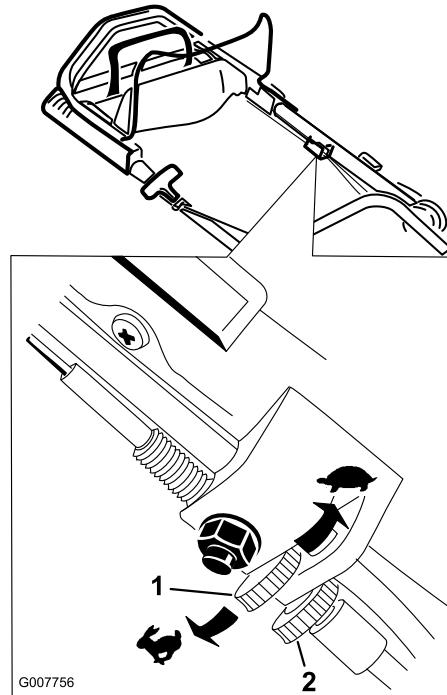

Bild 29
- Lösen Sie die Sperrmutter mit der Hand (Bild 29).